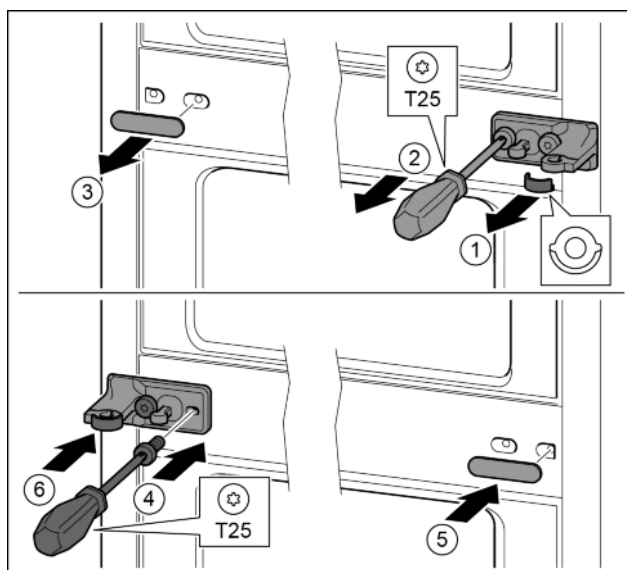

Fig. 14
- Schijf eraf trekken. Fig. 14 (1)
- ▶ Schroeven met schroevendraaier T25 eruit draaien. *Fig. 14 (2)*
- ▶ Afdekking voorzichtig eraf trekken. *Fig. 14 (3)*
- ▶ Lagerbus met folie 180° gedraaid op de andere kant bevestigen. *Fig. 14 (4)*
- ▶ Afdekking 180° gedraaid op de andere kant aanbrengen. *Fig. 14 (5)*
- ▶ Schijf vanaf de voorkant erop schuiven. *Fig. 14 (6)*